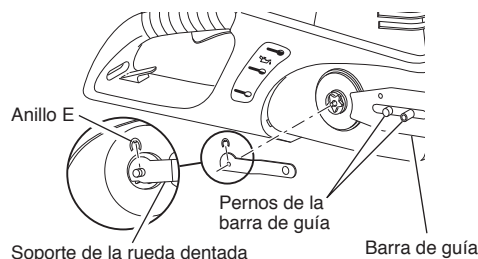

Figura 20 - Remoción del anillo E y del soporte de la rueda dentada
3. Quite el anillo E y el soporte de la rueda dentada (vea la Figura 20).
1. Ponga la barra de guía sobre los pernos de la barra de guía (vea la Figura 20, página 40).
2. Ponga el soporte de la rueda dentada sobre la barra de guía y asegúrelo con el anillo E (vea la Figura 20, página 40).